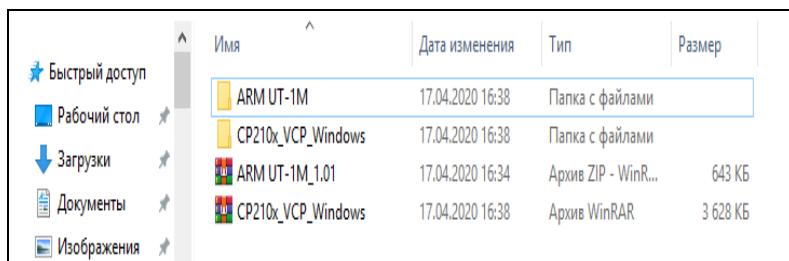

Рисунок 2.20 – Загруженное ПО
2. После загрузки необходимо разархивировать данные и будет получено две папки: с драйвером и программой (рис. 2.20).